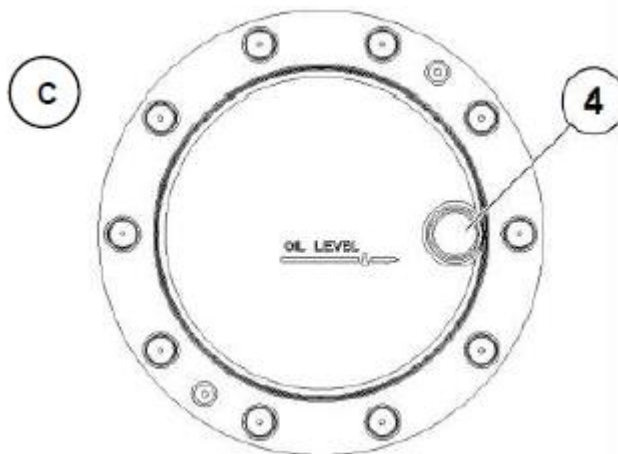

Рисунок 5.44 Редуктор
- ▶ Поверните колесо так, чтобы отверстие 4 находилось в положении С см. рис. 5.44.